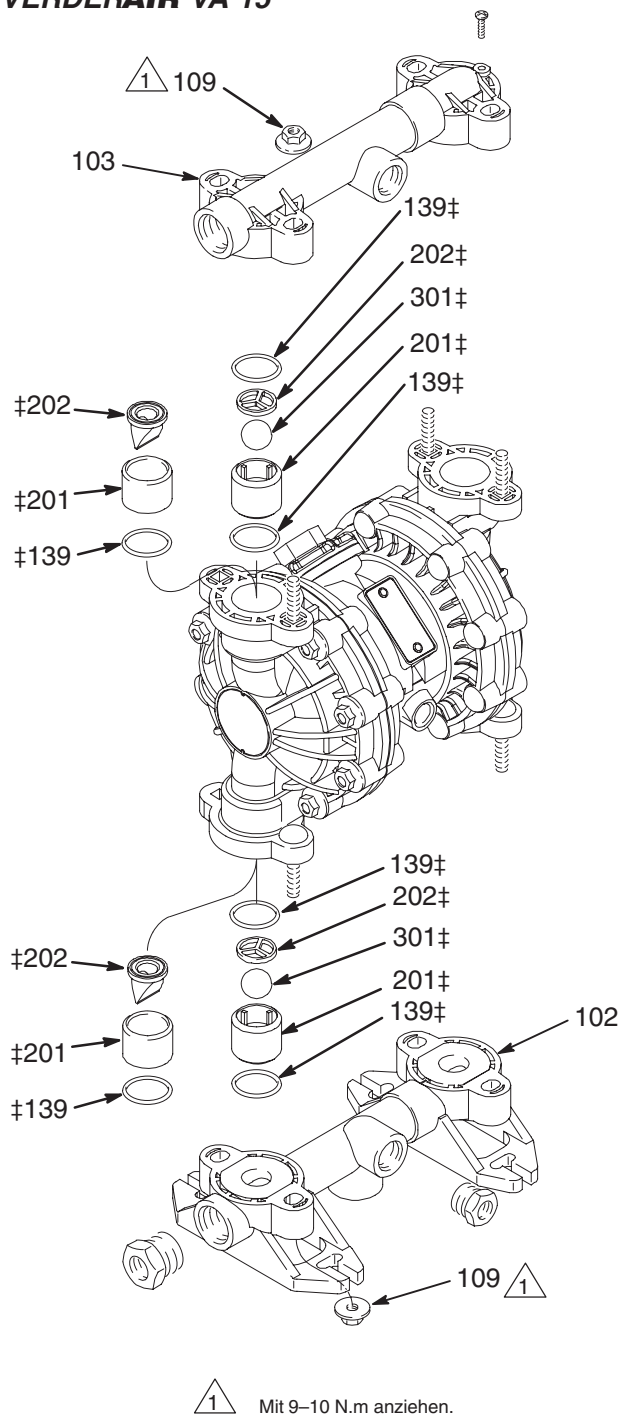
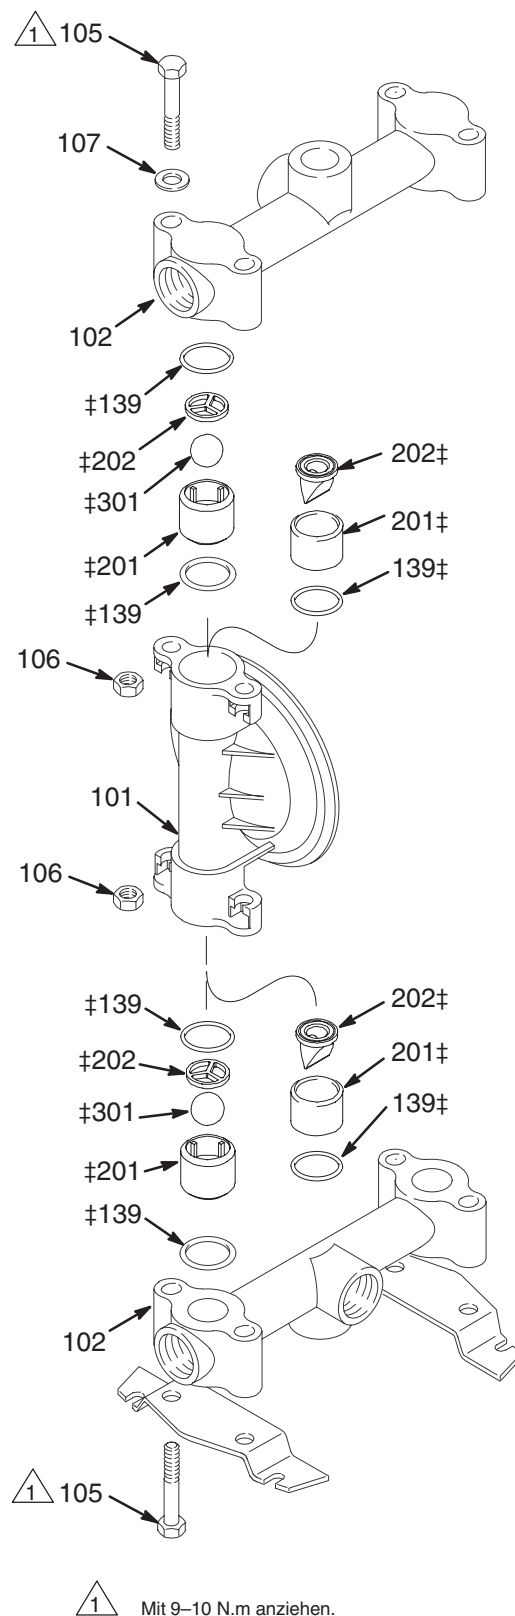

Abb. 7
Abb. 8
HINWEIS: Ein Flüssigkeitsgehäuse-Reparatursatz ist verfügbar. Zur Bestellung des für die jeweilige Pumpe richtigen Satzes siehe Seite 22. Die im Satz enthaltenen Teile sind in Abb. 7 und Abb. 8 sowie in den Teilezeichnungen und Teilelisten mit einem Doppelkreuz (‡) gekennzeichnet. Allzweckfett 819.0184 und Klebstoff 819.9741 sind im Satz enthalten.
3. Alle Teile entfernen, die in Abb. 7 und Abb. 8 mit einem Kreuz (‡) gekennzeichnet sind.
HINWEIS: Die Rückschlagventile dürfen dabei nicht entfernt werden. Siehe Abb. 7 auf Seite 15.
6. Fett auf die Membranwelle (15) auftragen und die Membranwelle (15) vorsichtig (um nicht die U-Dichtungen der Welle zu beschädigen) durch die Bohrung des Mittelgehäuses (11) führen.
7. Den Schritt 5 für das andere Ende der Membranwelle (15) wiederholen und die flüssigkeitsseitigen Membranplatten (105) mit 9 bis 10 N.m bei höchsten 100 U/Min. anziehen.
8. Den Schalldämpfer (3) einbauen.
9. Sicherstellen, daß alle Rückschlagventilteile eingebaut sind. Siehe Abb. 7 auf Seite 15.
10. Die Materialabdeckungen (101) und Verteiler (102 und 103) wieder einbauen und die Muttern (109) für Materialabdeckungen und Verteiler mit 9 bis 10 N.m anziehen.
HINWEIS: Die Rückschlagventile dürfen dabei nicht entfernt werden. Siehe Abb. 8 auf Seite 15.
10. Die Materialabdeckungen (101) auflegen, die V-Klammern (109) rund um die Material- und Luftabdeckungen einbauen, den Erdungsstreifen an der V-Klammer installieren und die Muttern der V-Klammer mit 9 bis 10 N.m festziehen.
11. Sicherstellen, daß alle Rückschlagventilteile eingebaut sind. Siehe Abb. 8 auf Seite 15.
12. Die Verteiler (102) einbauen und die Verteilerbolzen (105) mit 9 bis 10 N.m anziehen.